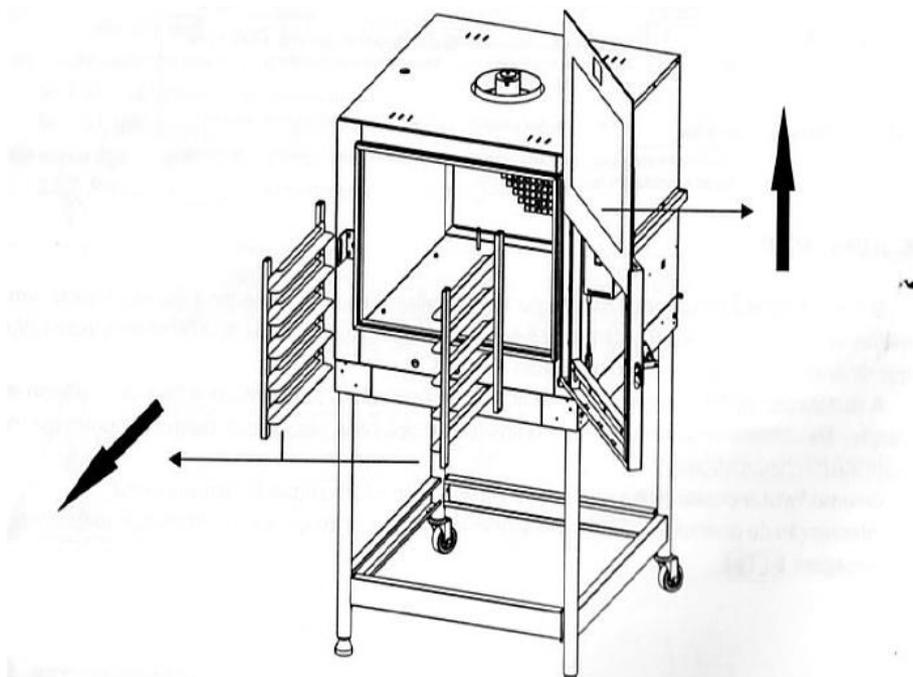

Figura 1 - Remoção do conjunto suporte das esteiras e do vidro da porta.
- O conjunto do suporte das esteiras é de fácil remoção, apenas por encaixe, assim como o vidro da porta, facilitando a limpeza. Para remoção do vidro, recomenda-se que seja utilizado por duas pessoas simultaneamente. Acompanhe na ilustração na Figura 1 do ANEXO I, a correta remoção do conjunto suporte das esteiras e do vidro da porta.